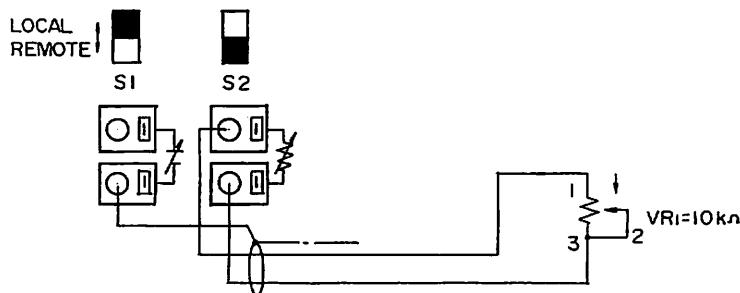

図10
- 2) 背面CV.REMOTEのS2スイッチをREMOTEにセットし、図10のように外部抵抗器VR1=10kΩを接続します。
- VR 1の接続は2芯シールドを使用し、外被シールドは図10のように接続してください。